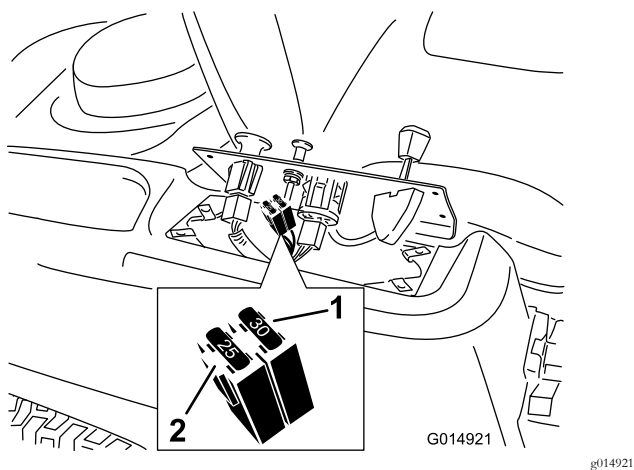

Figura 53
2. Levante el panel de control para tener acceso al arnés de cables principal y al bloque de fusibles (Figura 53).
3. Para cambiar un fusible, tire del fusible para retirarlo (Figura 53).